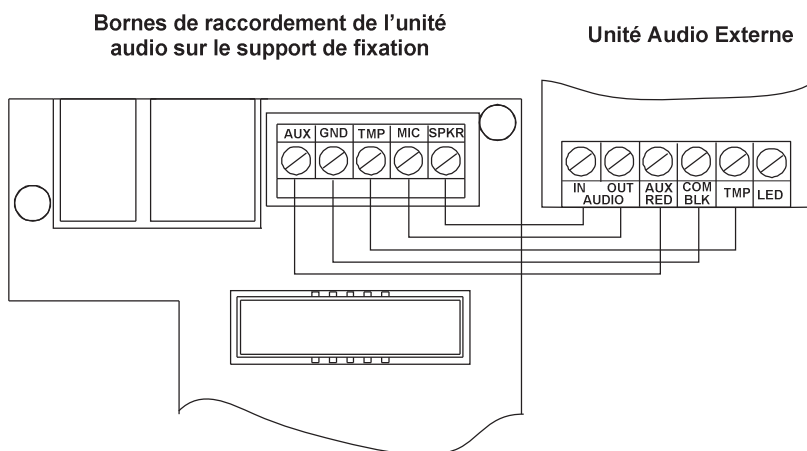

Figure 4 : Câblage de l'unité audio externe à l'Agility 3
1. Dévissez la vis du couvercle du compartiment de la batterie (voir 3, Figure 4) situé sur le haut du couvercle, en la tournant dans le sens inverse des aiguilles d'une montre, puis retirez le couvercle de la batterie.